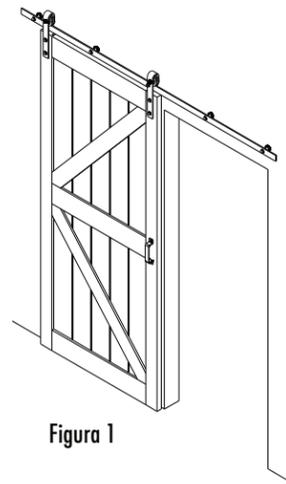

Figura 1
Paso 1) Si tu puerta cierra hacia la derecha, usa esta hoja (ver Figura 1). Si tu puerta cierra hacia la izquierda, usa la hoja titulada "La puerta cierra hacia la izquierda". Sigue la hoja principal de instrucciones incluida para instalar correctamente el riel en la pared antes de instalar los brazos del gatillo en la parte superior de la puerta.